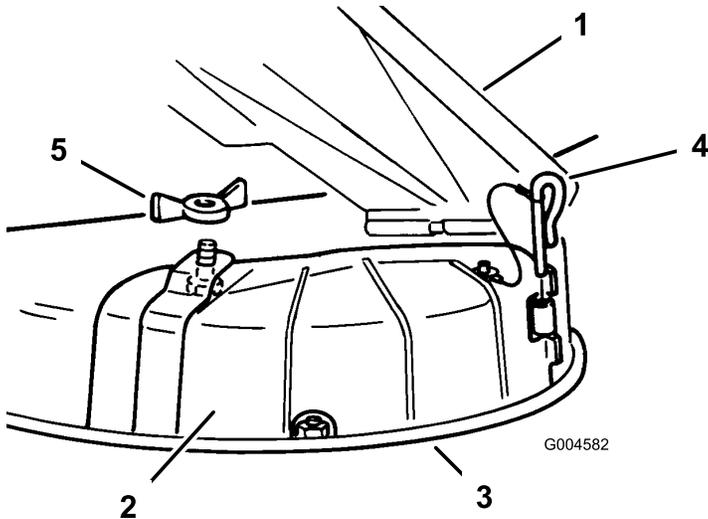

Figura 21
3. Retire la tuerca de orejeta y la abrazadera que sujetan la tapa (Figura 21).
4. Retire el pasador de la bisagra que sujeta la tapa a la carcasa (Figura 21).
3. Levante el deflector de hierba y coloque la tapa de descarga sobre la abertura, en el borde inferior del cortacésped, e introdúzcala en la bisagra delantera (Figura 21).
4. Coloque el pasador en la bisagra (Figura 21).
5. Fije la tapa de descarga al cortacésped con la tuerca de orejeta (Figura 21).